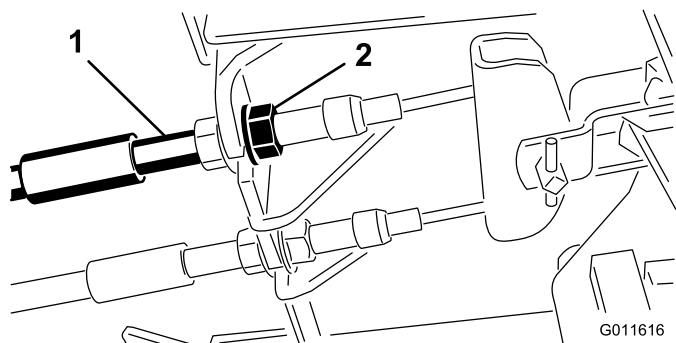

Figura 36
1. Per ridurre il gioco dei pedali del freno, stringete i freno allentando il dado anteriore sull'estremità filettata del cavo del freno (Figura 36).